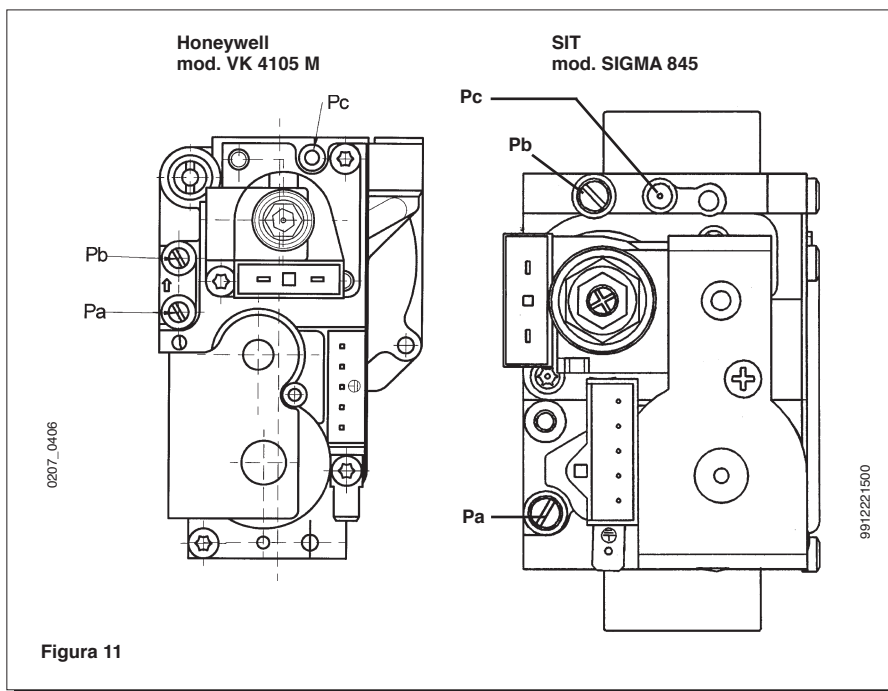

Figura 11
Le modalità di taratura del regolatore di pressione sono leggermente differenti a seconda del tipo di valvola del gas utilizzata (HONEYWELL o SIT vedi figura 11).
- collegare la presa di pressione positiva di un manometro differenziale, possibilmente ad acqua, alla presa di pressione (Pb) della valvola del gas (figura 11). Collegare, solo per i modelli a camera stagna, la presa negativa dello stesso manometro ad un apposito "T" che permetta di collegare insieme la presa di compensazione della caldaia, la presa di compensazione della valvola del gas (Pc) ed il manometro stesso. (Una pari misura può essere effettuata collegando il manometro alla presa di pressione (Pb) e senza il pannello frontale della camera stagna); Una misura della pressione ai bruciatori effettuata con metodi diversi da quelli descritti potrebbe risultare falsata in quanto non terrebbe conto della depressione creata dal ventilatore nella camera stagna.
- verificare che la pressione dinamica di alimentazione della caldaia, misurata alla presa di pressione (Pa) della valvola del gas (figura 11) sia quella corretta (30 mbar per il gas butano, 37 mbar per il gas propano o 20 mbar per il gas naturale).